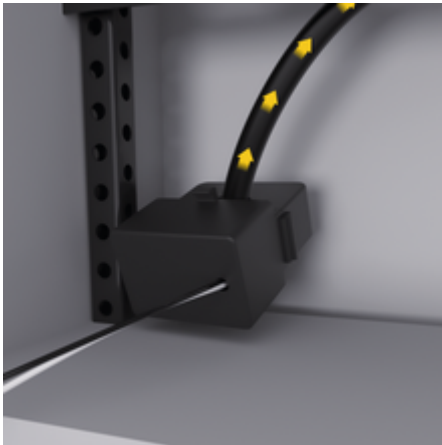

Fig. 84: Exemplo de montagem de transformadores de corrente
- ▶ Insira o cabo de instalação no transformador de corrente e feche a tampa do transformador de corrente ((Fig. 84), seta amarela).